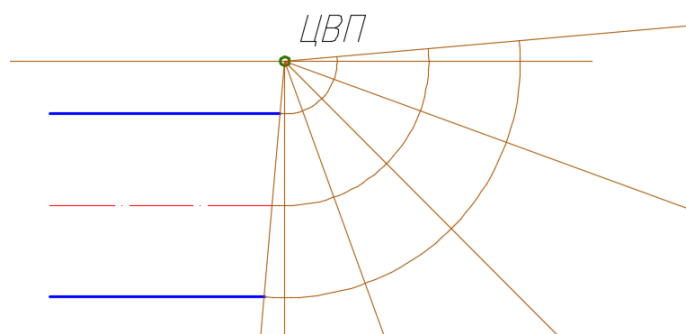

Рис. 126. Обрезка лишних частей вспомогательных окружностей
– удалить лишние части окружностей с помощью операций **Редактирование** → **Обрезать** → границы обрезки *ЛКМ* на два крайние сварные шва (см. рис. 126);